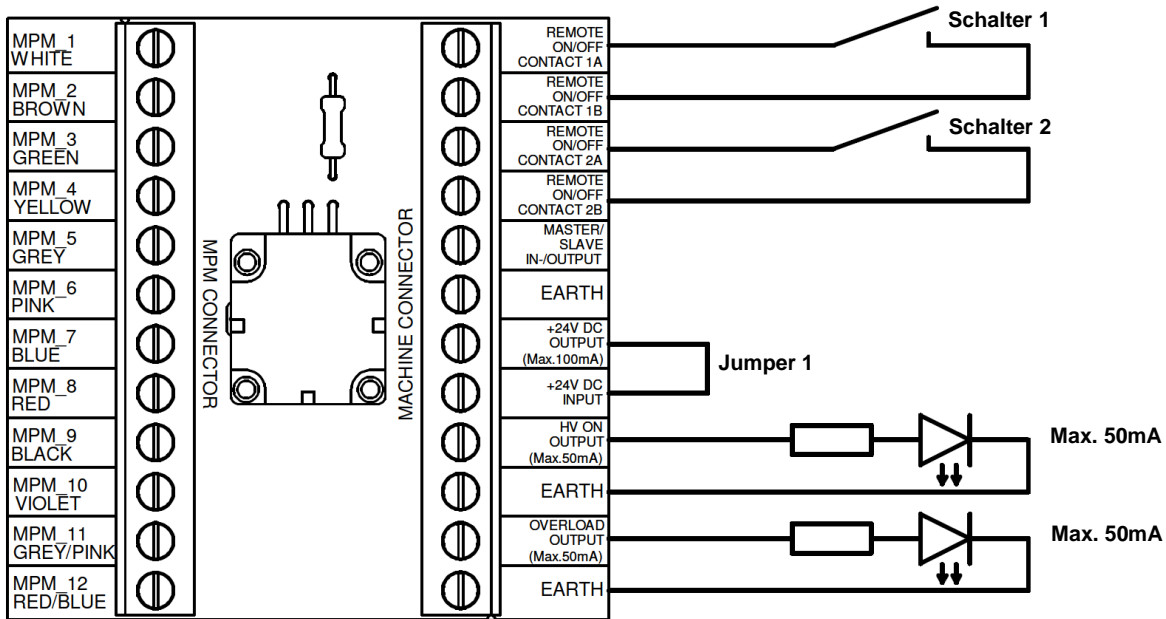

Abbildung 5: Schaltplan External Balance Control Kit mit interner 24 V-Spannungsversorgung.
- Für den Einsatz mit der internen 24 V-Spannungsversorgung des MPM: Schließen Sie das Balance Control Kit gemäß Abbildung 5 an.